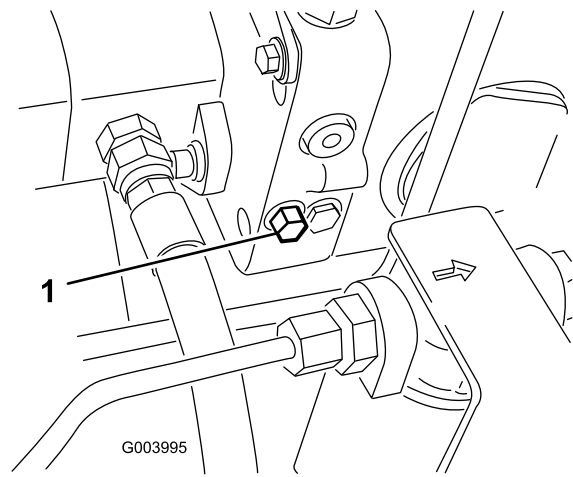

Bild 37
1. Dieses Sicherheitsventil befindet sich links am Hydrostat (Bild 37). Drehen Sie die Schraube um eineinhalb Umdrehungen, um das Ventil zu öffnen und Öl intern abzulenken.